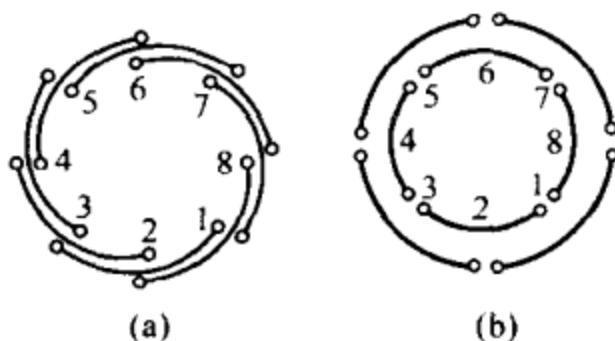

图 2-65 线圈相叠的
2) 重绕绕组修理：对于短路部位比较隐蔽、短路的导线不易分离原位及不易隔开，或短路面积较大较多的绕组，只好采用重绕绕组的修理方法。重绕绕组时，如原绕组是双层叠式吊把嵌线的，即其线圈相叠的端部形状如图2-65(a)所示。这种形式的绕组有其优点，但是缺点是接头多、工作量大，因接头多又
可能造成故障率高，特别是化学涂漆的接头，使用一段时间后更是如此，直接影响风扇的质量和寿命。所以在修理时，把双层叠式绕组吊把嵌线法改为双层二平面法绕组不吊把嵌线，即主绕组为一个平面，副绕组为另一个平面，其端部相叠形状如图 2-65 (b) 所示。嵌线时必须使两线圈间的跨线（过桥线）符合尾接尾或头接头的要求。